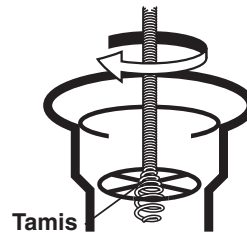

Figure 3
- Dans de nombreux cas, le câble peut être fafilé à travers le tamis (Figure 3).